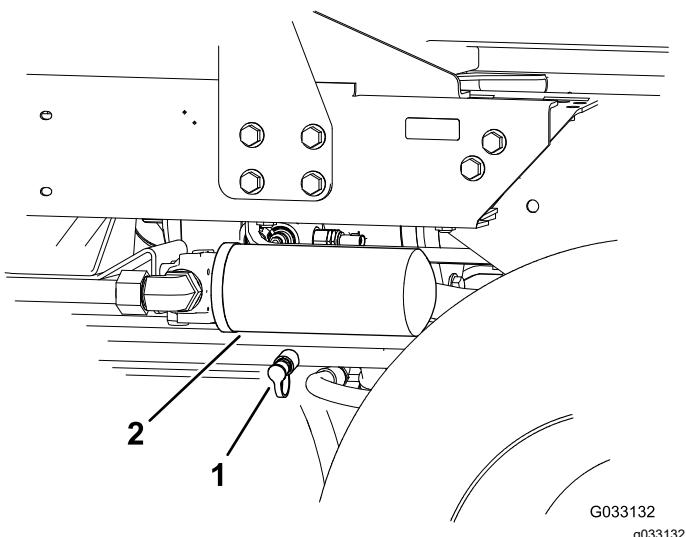

Figure 44
2. Branchez un flexible hydraulique entre le raccord de diagnostic monté dans le collecteur de déplacement arrière et la prise d'essai de pression de déplacement en marche arrière (Figure 44).